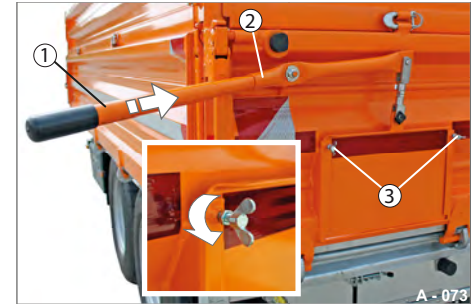

Abb. 95 Dosierschieber entriegeln
- ▶ Stecken Sie den Bedienhebel (Abb. 95/1) in das Übertragungs-Gestänge (Abb. 95/2) fest ein.
- ▶ Schrauben Sie beide Flügelschrauben (Abb. 95/3) auf - nicht komplett abschrauben.